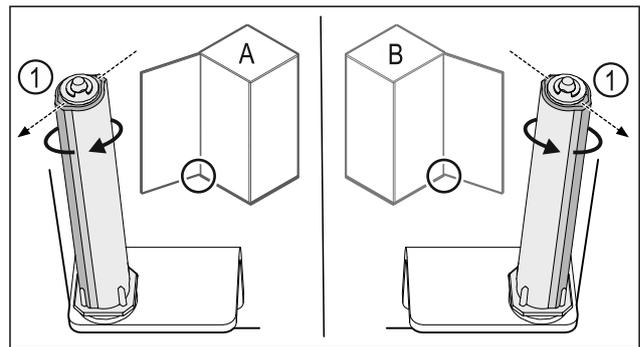

Fig. 40 Tope izquierdo (A)/tope derecho (B)
- ▶ Gire el sistema de bloqueo contra la resistencia hasta que la barra del sistema de bloqueo Fig. 40 (1) esté orientada hacia el exterior.